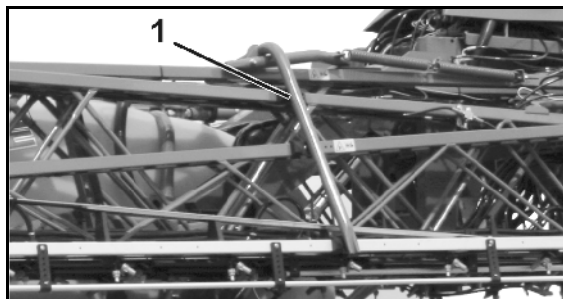

Bild 11
- Transportspärr (Bild 11/1) på **Super-L**-sprutrampen som hindrar att den fälls ut oavsiktligt